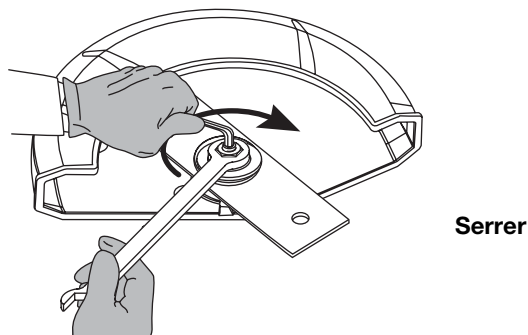

Fig. 17
- Tout en maintenant la clef Allen dans le trou de l'axe, bien serrer l'écrou en tournant la clef dans le sens des aiguilles d'une montre. (Fig. 17).